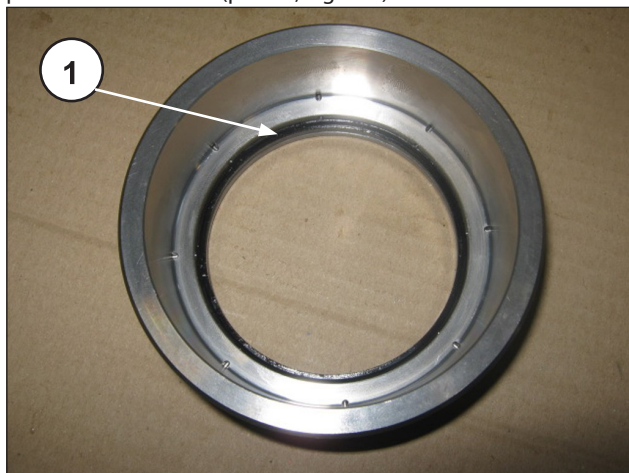

Fig. 249
Assicurarsi del corretto posizionamento dell'OR energizzante presente sulla tenuta (pos. ①, Fig. 249).